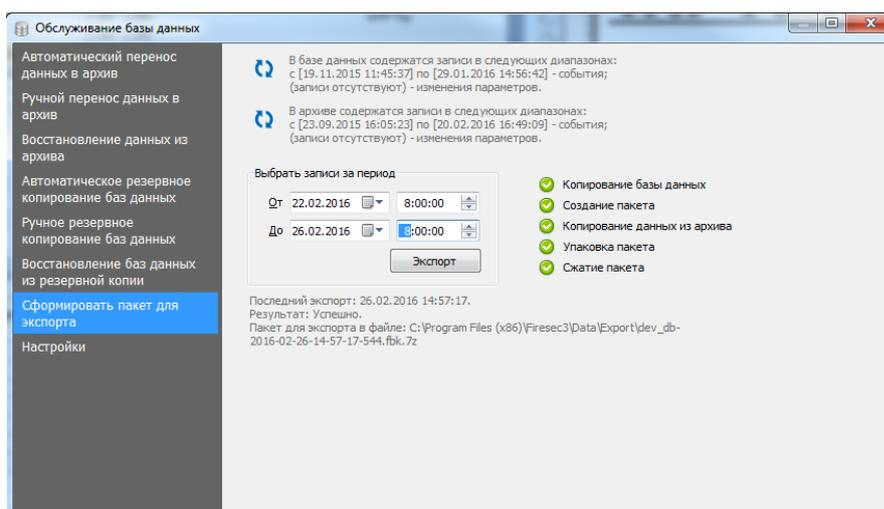

Рис. 12 Вкладка **Сформировать пакет для экспорта**
1. Перейти на вкладку **Сформировать пакет для экспорта** (Рис. 12),